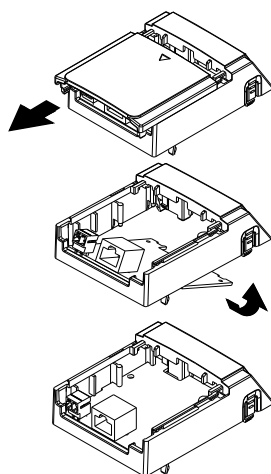

图8-23
2. 组装配件卡：以滑动的方式将配件卡安装盒上盖从配件卡安装盒上取下，将配件卡的端子台及接头朝上，将配件卡前缘固定在卡槽后以旋转安装的方式组装配件卡，如图 8-23 所示。